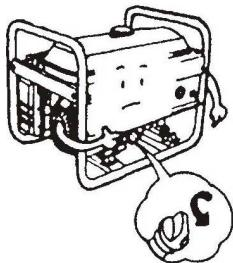

Figura 9
- 8.1.1 Retire a tampa de enchimento do óleo e limpe a vareta (Figura 9)